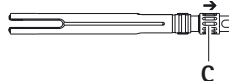

Fig. 1
- Desapertar o parafuso de aperto **C** no sentido da seta, até que a rosca fique visível no sentido da extremidade de trabalho, ver Fig. 1.